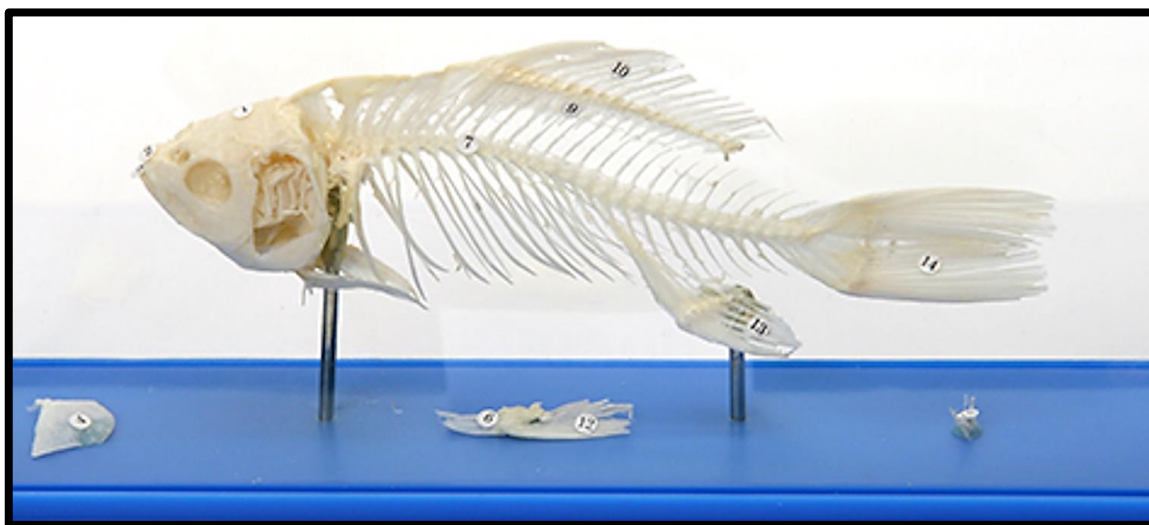

Рисунок 2 – Скелет рыбы на подставке
2.6. Куски мягкой тонкой проволоки протяните через каждую петлю на стальной проволоке, поместите сверху скелет и мягкой проволокой зафиксируйте его (рисунок 2).